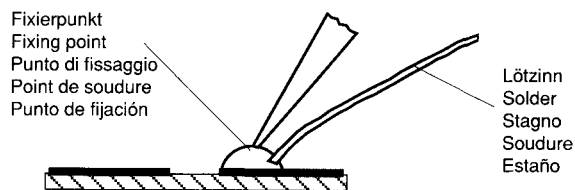

Fig. 3
3. Schritt: Lötspitze von Lötückständen säubern. Lötperle anbringen (Fig. 3).
3. Pulire il punto dai residui di saldatura. Applicare una goccia di stagno (Fig. 3).
3. step: Remove possible residues from the soldering point. Then apply a solder bead (Fig. 3).
3. Aspirer les restes de soudure sur le circuit. Poser une pointe de soudure (Fig. 3).
- Tercer paso: Limpiar el punto de soldadura de residuos de la soldadura anterior. Poner una gota de estaño (Fig. 3).